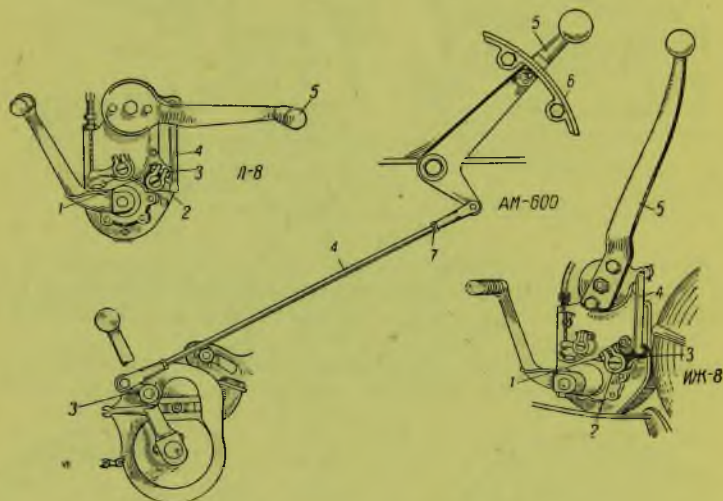

Рис. 175. Регулировка механизма переключения коробок передач
каретки внутри коробки. В этом случае, отпустив гайку болта (1), поворачивают отверткой винтовой валик (2), придерживая рукой рычажок (3) (рис. 175).